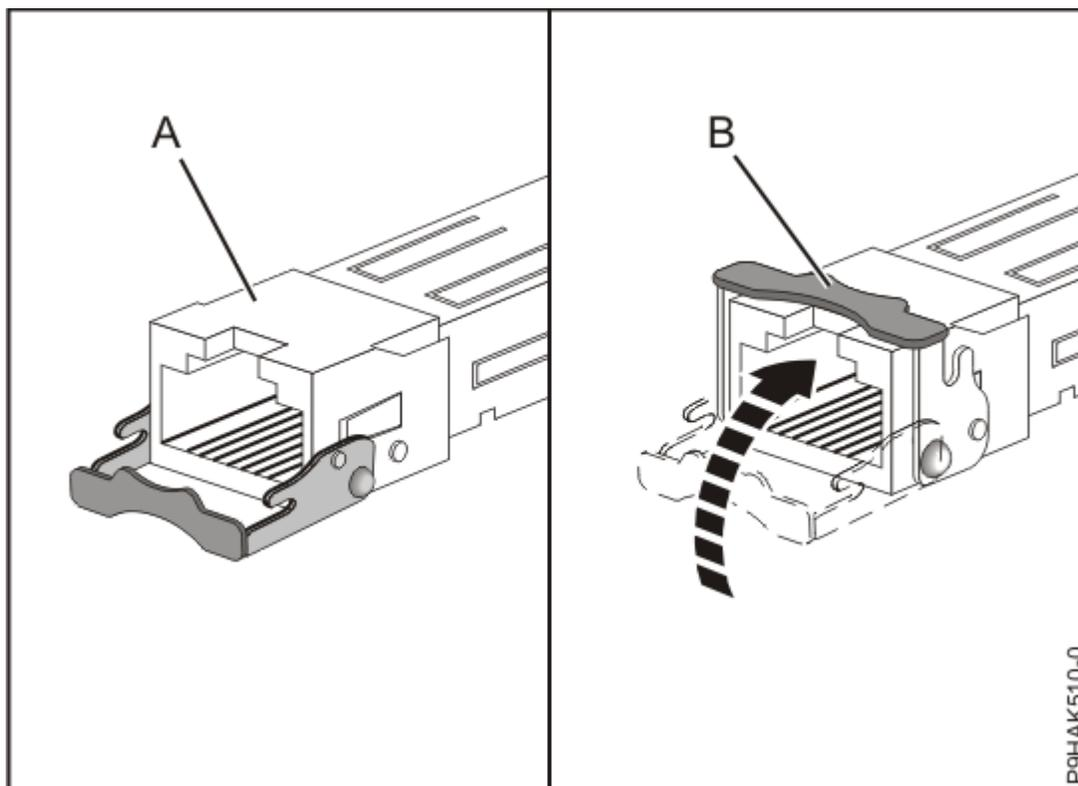

Figura 40. Substituir transmissores-receptores SFP no adaptador
- c) Com o trinco **(B)** na posição aberta, empurre o trinco ao rodá-lo para cima e no sentido da placa, como demonstrado em Figura 40 na página 58.